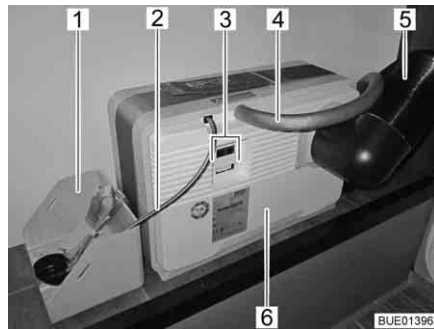
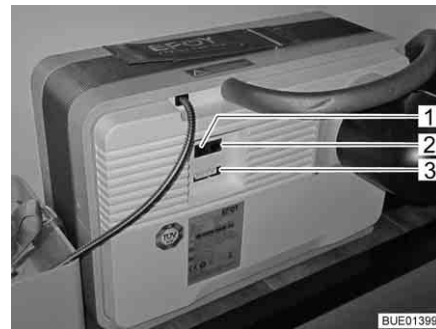
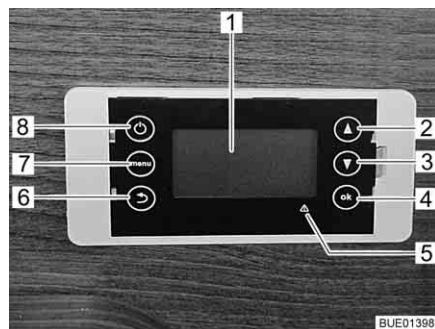

Bild 137 Brennstoffzelle mit Tankpatrone
Bild 138 Anschlussfeld Brennstoffzelle
Bild 139 Bedieneinheit Brennstoffzelle
Die Brennstoffzelle besteht aus mehreren Komponenten, die im Heckstauraum eingebaut sind (Bild 137), sowie aus einer Bedieneinheit (Bild 139) im Wohnbereich.
An der Brennstoffzelle (Bild 137,6) befinden sich:
- der Anschluss für den Abluftschlauch (Bild 137,4) bzw. die Einfüllöffnung für das Service-Fluid
- das Abwärmerohr (Bild 137,5)
- elektrische Anschlüsse (Bild 137,3) mit Datenschnittstelle (Bild 138,2), Geräteanschluss (Bild 138,3) und Anschluss für das Bedienpanel (Bild 138,1)
Zur Brennstoffzelle gehört eine Tankpatrone, die über den Tankanschluss (Bild 137,2) mit der Brennstoffzelle (Bild 137,6) verbunden ist.
Die Tankpatrone ist im Tankpatronenhalter (Bild 137,1) festgezurt.
Die Brennstoffzelle lädt automatisch die Wohnraumbatterien, wenn die Spannung der Wohnraumbatterien unter 12,3 V sinkt und die Brennstoffzelle über die Ein/Aus-Taste (Bild 139,8) eingeschaltet ist.
Das Display (Bild 139,1) der Bedieneinheit ist vierzeilig.
Mit der Menü-Taste (Bild 139,7) lässt sich das Hauptmenü aufrufen:
Bei Störungen leuchtet die rote Störungsanzeige (Bild 139,5) und auf dem Display erscheint eine Meldung. Die Meldung besteht aus einem Fehlercode und Hinweisen, wie die Störung behoben werden kann.